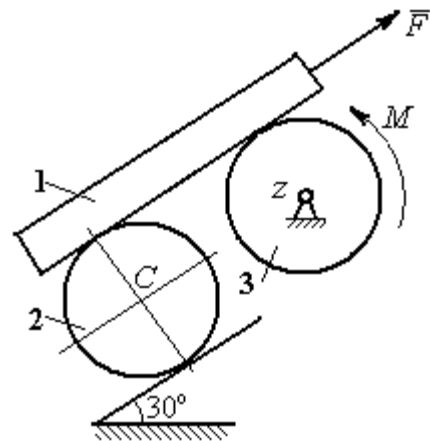

Рис. 6.13. Равновесие механической системы
**Задача 66.** Брус 1 весом  $P_1 = P$  лежит на цилиндрическом катке 2 и на блоке 3 одинаковых радиусов  $r$ , и одинакового веса  $P_2 = P_3 = 2P$  (рис. 6.13). Каток 2 катится без проскальзывания по наклонной плоскости с углом наклона  $30^\circ$  к горизонту. Блок 3 вращается вокруг неподвижной оси  $z$  и к нему приложена пара сил с моментом  $M = Pr$ . Каток и блок расположены так, что брус 1 параллелен наклонной плоскости.